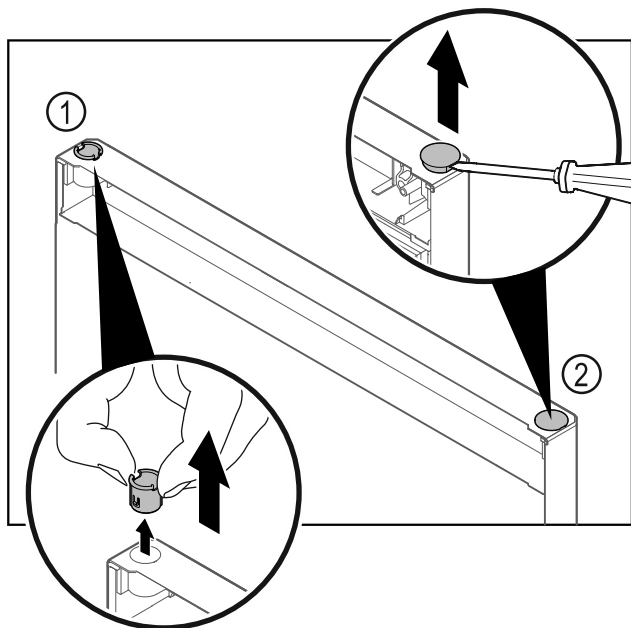

Fig. 24
- ▶ Trekk ut hengselbøssingen Fig. 24 (1) med fingrene.
- ▶ Løft dekkstøpselet Fig. 24 (2) forsiktig opp med en skruetrekker, og trekk det av.